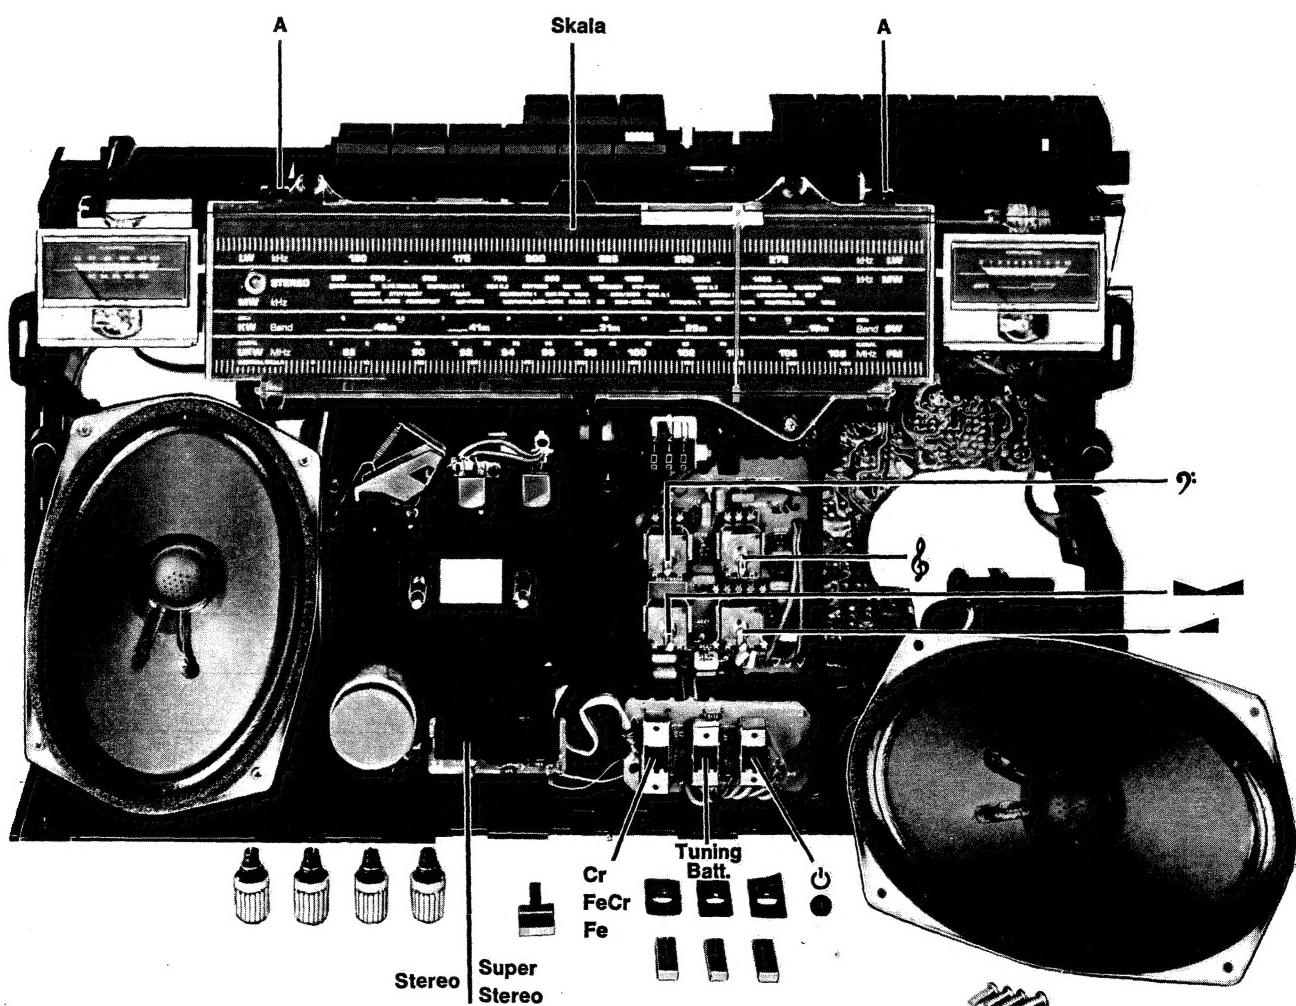

Bild 3
- Sämtliche Knöpfe, einschließlich der Kipphebel und den Senderwahlknopf abziehen [Bild 3].
2.3 Ausbau der Skala [Bild 3, 4]
- Skalenseil auf die Rastnasen **A** heben [Bild 3].